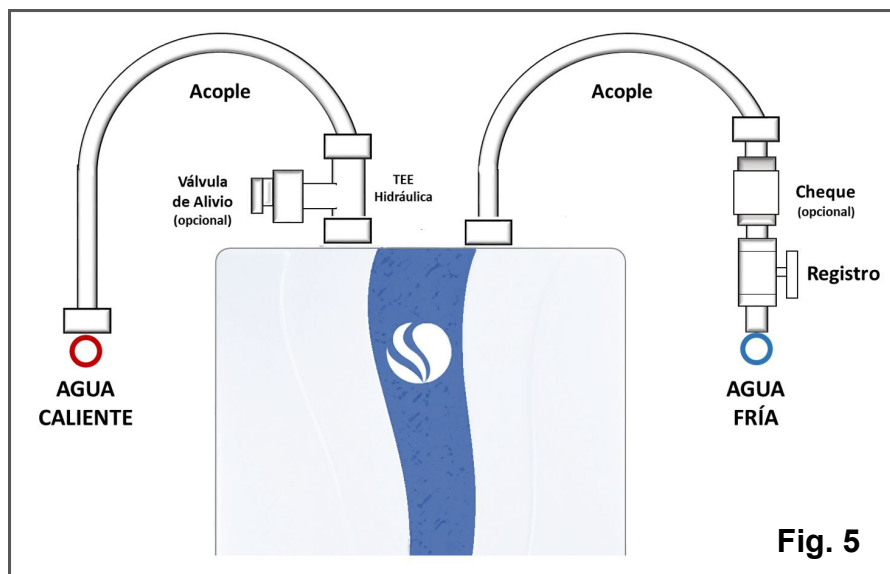

Fig. 5
- 2) Según muestra Fig. 5, instale registro (obligatorio), cheque (opcional), válvula de seguridad (opcional). Enganche el calentador a los tornillos instalados en la pared, en su posición definitiva.
Con el fin de servir como guía práctica, la **Tabla 1** (a continuación) muestra imágenes *reales* de los componentes nombrados en la Fig. 5 de la página anterior.